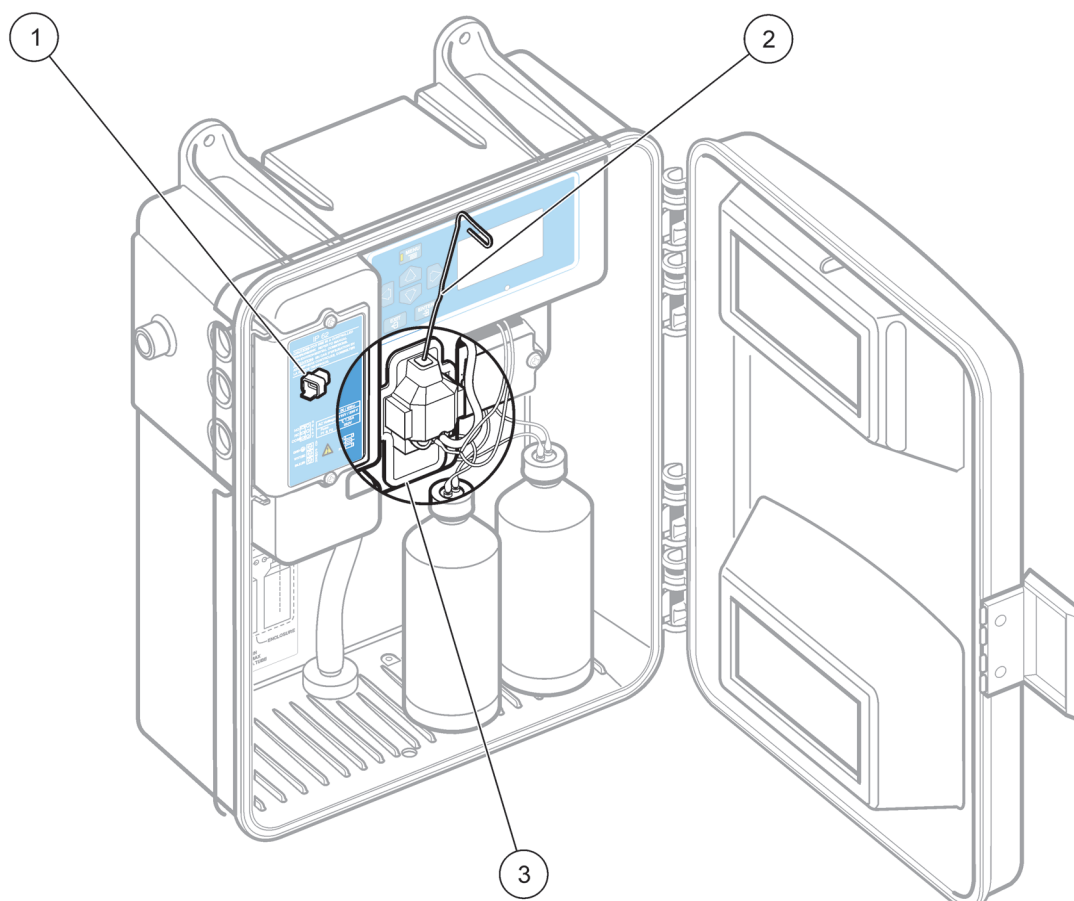

Рисунок 22 Вынимание магнита для перемешивания
3. См. Рисунок 22 и найдите колориметр.
5. Удалите магнит при помощи согнутой стальной скрепки. См. Рисунок 22.